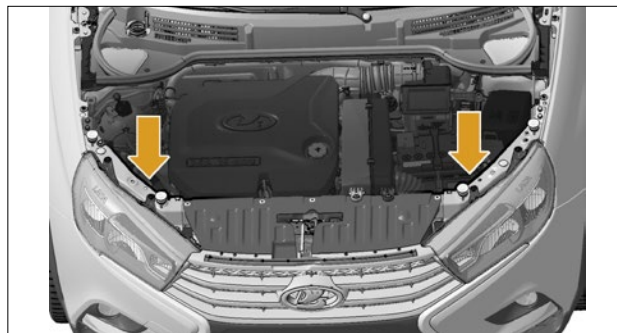

Рис. 12. Место доступа для замены ламп
**В варианном исполнении** люк в щитке переднего крыла отсутствует и доступ для замены ламп осуществляется через моторный отсек (см. рис. 12). При необходимости, процедуру замены лампы уточняйте у дилера.